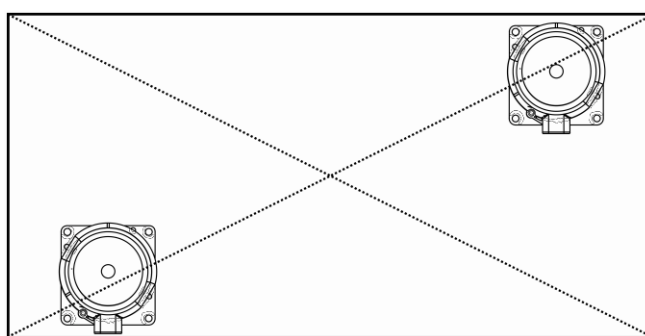

Рис. 2.4 Установка двух ДУТ в топливный бак – вид сверху
- Установка двух ДУТ в один топливный бак позволяет значительно уменьшить зависимость уровня топлива от угла наклона ТС. Установку двух ДУТ необходимо производить в местах, указанных на рис. 2.4.